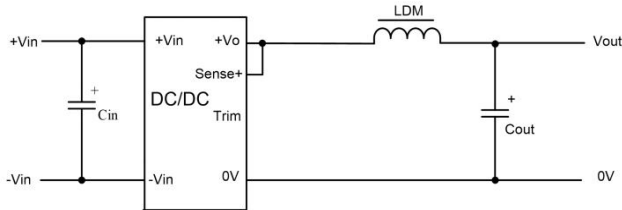

图 3
注：①纹波噪声测试时具体操作方法参见图3及《非隔离模块电源应用指南》；
②过温保护形式为产品输出关断。
(1)产品测试及应用时，请按照（图 3）推荐的测试电路进行；务必输入端外接一个电解电容 Cin，用于抑制输入端可能产生的浪涌电压，输出端外接一个电感和电解电容 Cout，用于输出滤波；